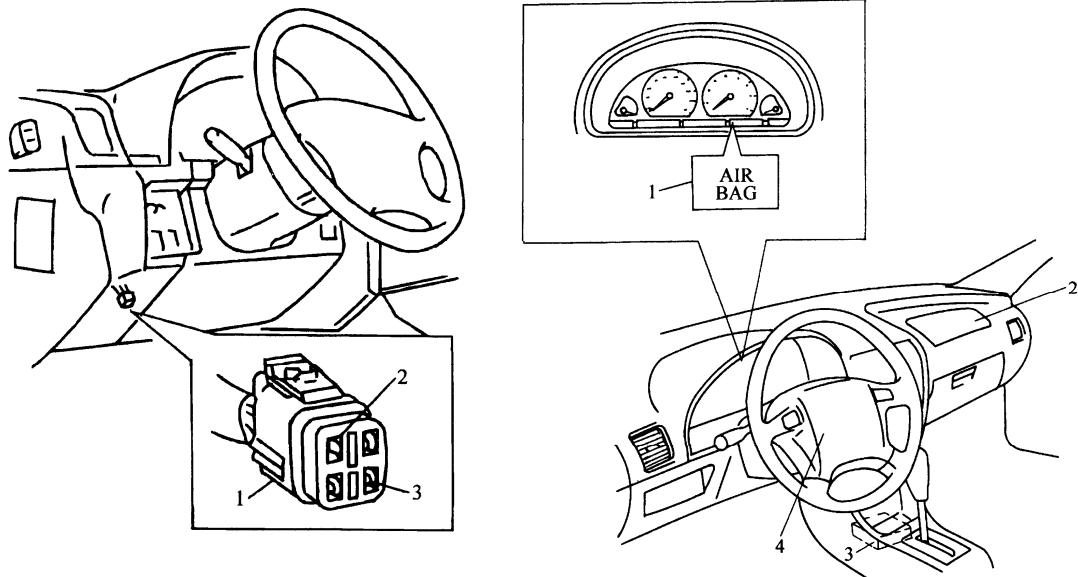

图 10-4 安全气囊监控连接器位置
2) 用短接线将安全气囊监控连接器上的故障诊断开关端子和搭铁端子短接，见图 10-4。